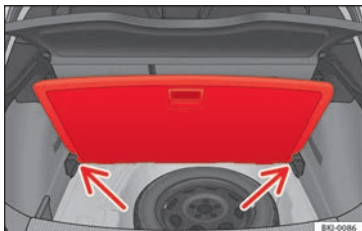

Abb. 164 Variabler Gepäckraumboden: geneigte Stellung.
- Heben Sie den variablen Boden am Haltegriff an ①, ziehen Sie daran und schieben Sie ihn bis zur Rücksitzlehne, bis der Boden an der Scharnierlinie gefaltet wird und sich der mobile Teil des Bodens auf diesem befindet.
- Legen Sie den Gepäckraumboden auf die dafür vorgesehenen Aufnahmen » **Abb. 164** (Pfeile).